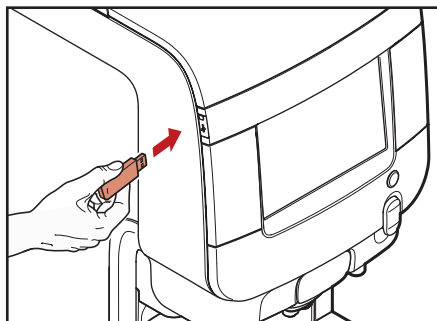

Fig. 6.1 - Insérer la clé USB de l'opérateur
- Insérez la clé USB de l'opérateur (fig. 6.1)